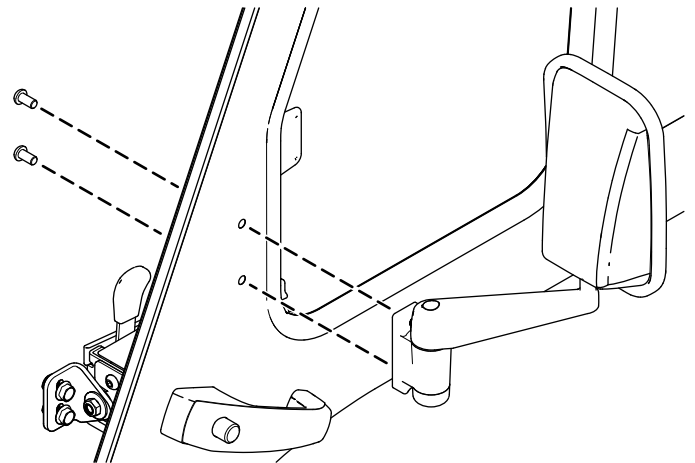

図4
2. 図4のように、ドアにミラーを固定する。トークスヘッドねじM8 x 16 mm2本を使用する。